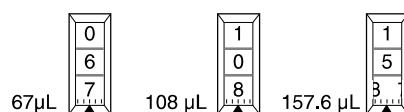

Figure 4 : Exemples de volumes
4. Mettez le bouton du volume en position de blocage (voir la figure 2 ci-dessus) afin d'empêcher la modification du volume. Certains des volumes du modèle 200 µL sont illustrés dans la figure 4.